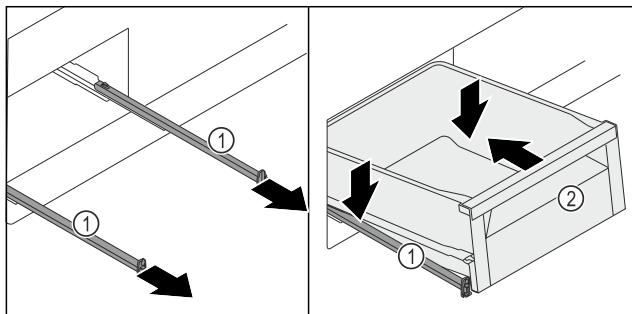

Fig. 135
- Витягніть рейки Fig. 135 (1).
- Міцно тримаючи рейки Fig. 135 (1), установіть висувний ящик Fig. 135 (2) зверху під кутом на рейки Fig. 135 (1).
- Всуньте висувний ящик Fig. 135 (2) на рейках Fig. 135 (1) до упору назад.